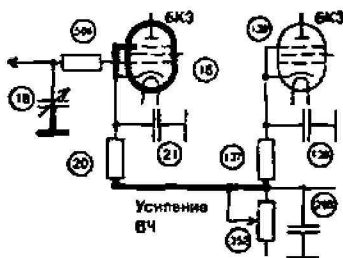

Рис. 2.12. Схема доработки первого УВЧ
2. Чтобы точнее увязать коэффициент усиления первого каскада УВЧ с общим усилением приемника (это повысит его динамический диапазон), лампу 6Ж4 нужно заменить на пентод с удлиненной характеристикой 6К3, крутизну которого можно регулировать. Схема нового УВЧ показана на рис. 2.12. Какой-либо подстройки после этой переделки не требуется.